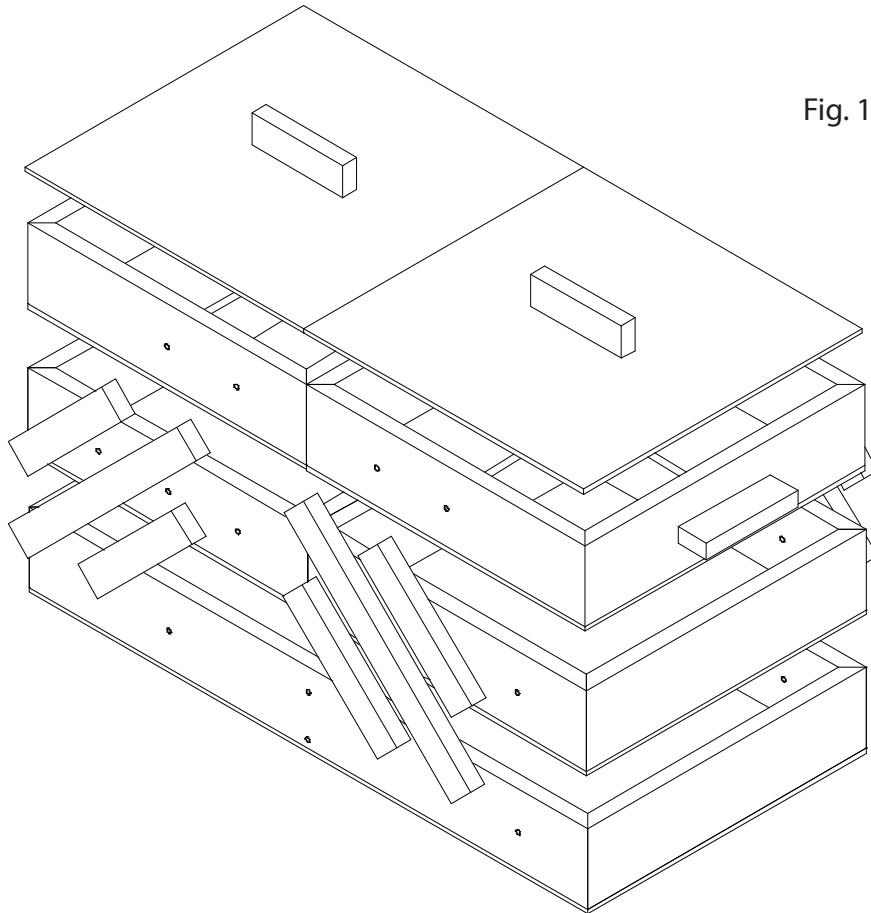
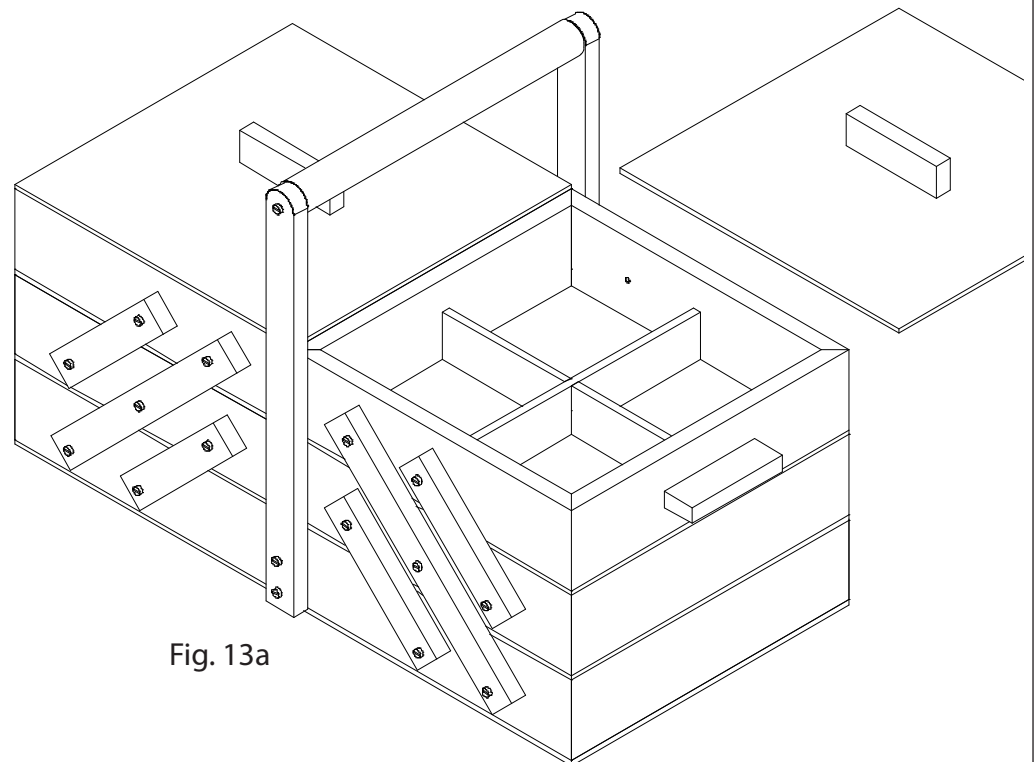

Fig. 13
Fig. 13a
a) Ahora, unir los cajones entre sí con las cizallas, según indica la Fig. 13. Para acabar, atornillar el asa como se muestra en la Fig. 13a.